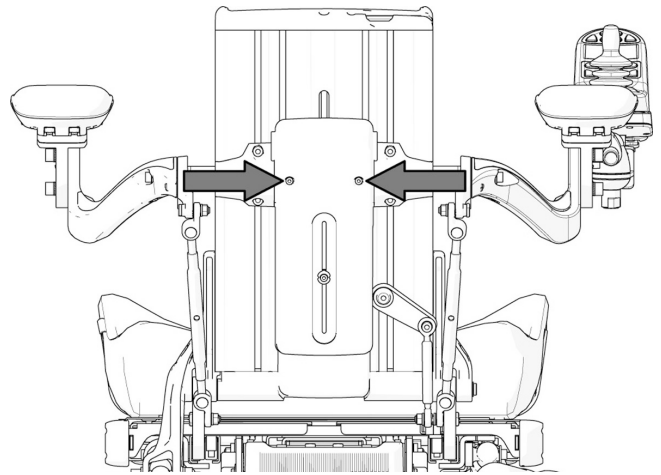

Bild 109. Plastkåpan fixeras av två skruvar.
9. Återmontera plastkåpan på ryggstödet baksida med hjälp av de två tillhörande skruvarna. Se bild. 109.